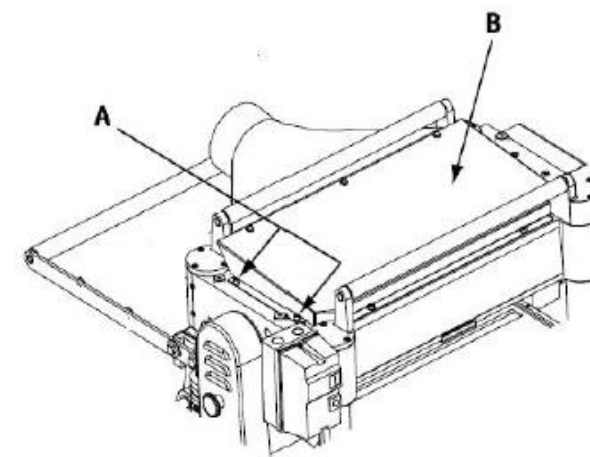

Рис. 18
2. Вывернуть шесть винтов (**Рис. 18, А**) и снять верхнюю крышку (**Рис. 18, В**).
2. Вывернуть шесть винтов и снять верхнюю крышку (**Рис. 18**).